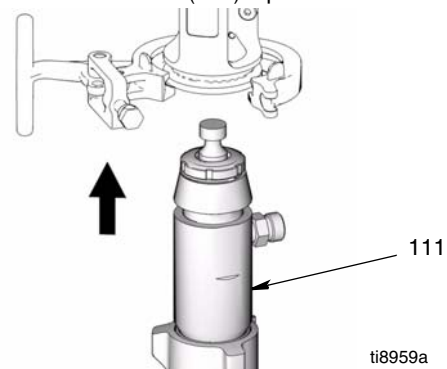

Рис. 14
2. (Рис. 14) Установите насос (111) в распылитель.